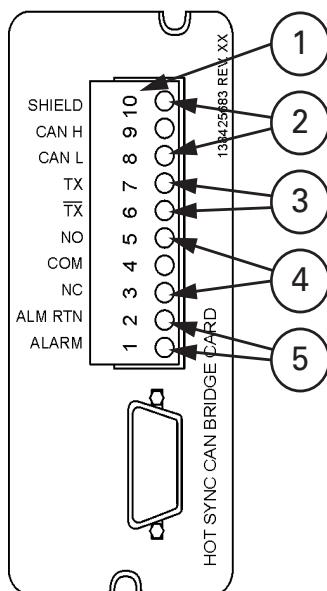
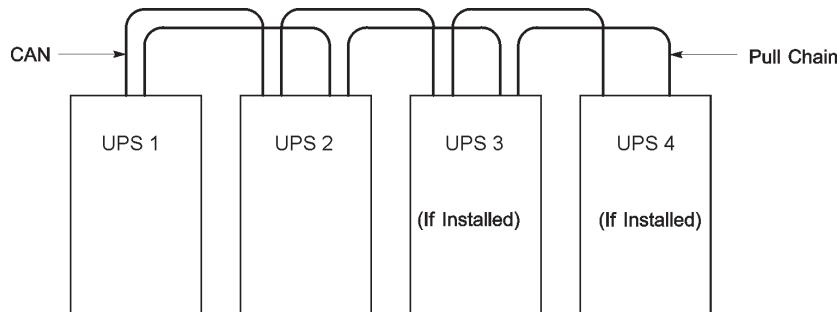
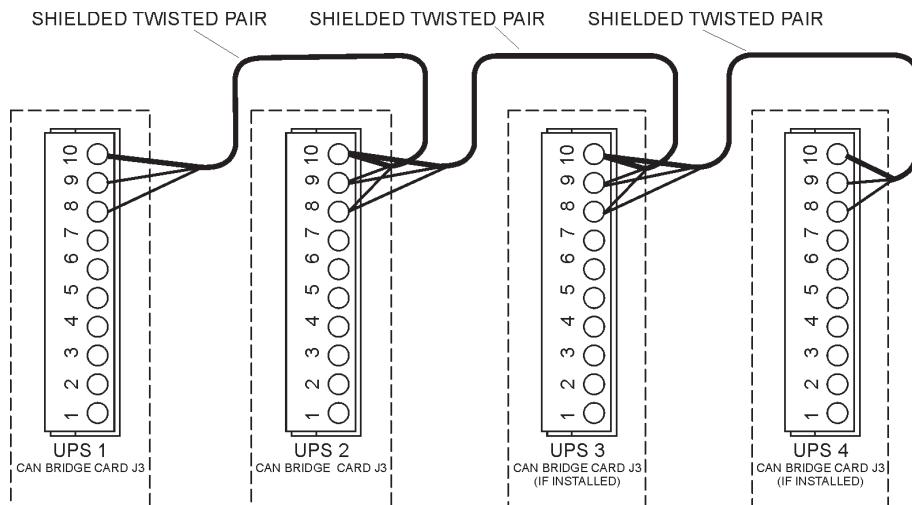

Рис. 5-2. Подключения карты Hot Sync CAN Bridge
Рис. 5-3. Установка упрощенной интерфейсной проводки Pull-Chain и CAN системы с распределенным байпасом
Рис. 5-4. Подключение CAN системы с распределенным байпасом ИБП без использования МОВ
Расположение соответствующих клемм на карте HotSync CAN Bridge см. на Рис. 5-2 и в Табл. 5-1 на стр. 75.
7. Проложите и установите проводку CAN между шкафами ИБП. Расположение клемм карты HotSync CAN Bridge см. на Рис. 5-2 и в Табл. 5-1 на стр. 75, а информацию по подключению проводки на Рис. 5-3, Рис. 5-4 и в Табл. 5-2 на стр. 78.